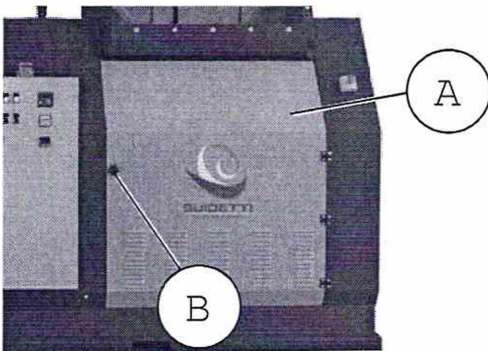

РИС.4
- Разблокировать рукоятку закрытия (B) (Рис.4) и открыть передний люк (A) (Рис.4).
- Закрывать переднюю дверь и закрутить рукоятку закрытия (В) (Рис.4).